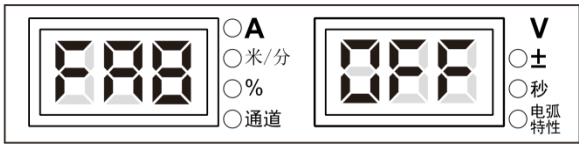

图 3-38 FA8 显示界面
1. 进入内部菜单，调节焊接电源面板旋钮至 **FA8**，如图 3-38 所示。